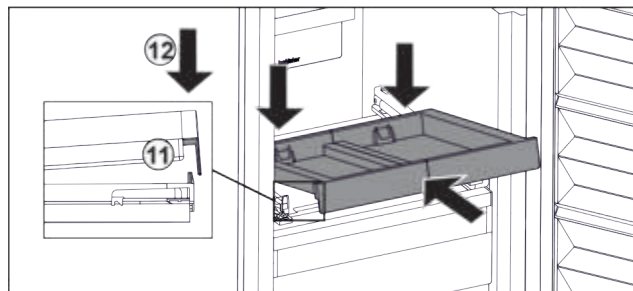

Fig. 93
- ▶ Вставити навкоси. Звертайте увагу, щоб з обох боків упор був за накладкою. Fig. 93 (11)
- ▶ Витяжну панель опустити спереду. Fig. 93 (12)